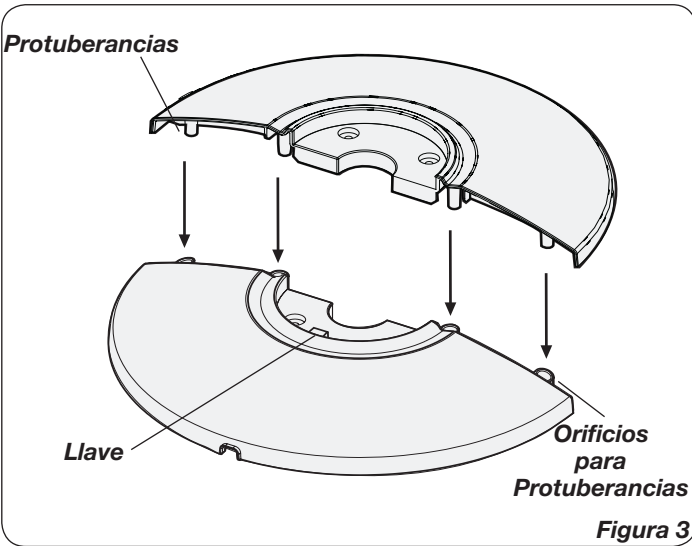

Figura 3
3. Arme la base enclavando las **Protuberancias** en los **Orificios para Protuberancias**. (*Figura 3*)